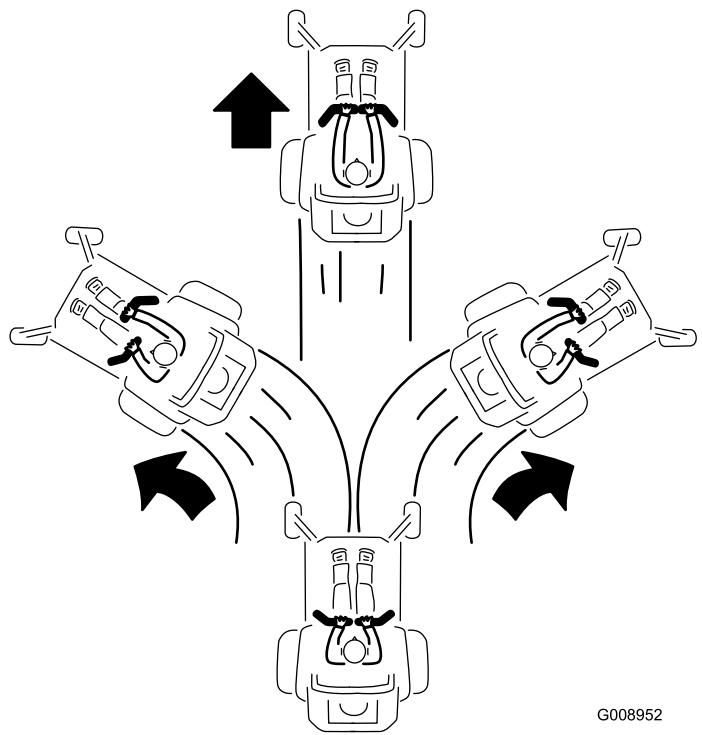

Bild 20
3. Drücken Sie die Fahrantriebshebel nach vorne, um vorwärtszufahren (Bild 20).